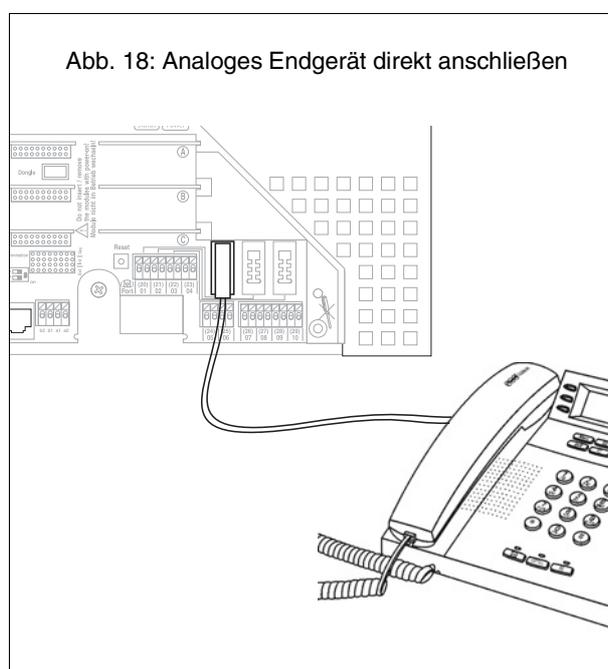

Abb. 18: Analoges Endgerät direkt anschließen
1. Schließen Sie das Endgerät wie in Abb. 18 an einem internen a/b-Port an.